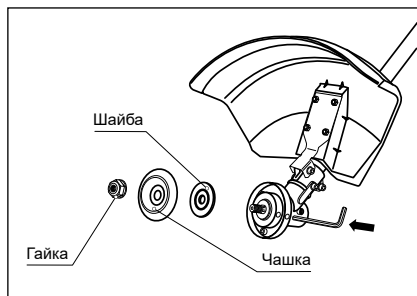

Рис. 7
1. Совместите отверстия в чашке редуктора и фланцевой шайбе. Вставьте металлический стопорный стержень или шестигранный ключ из комплекта поставки в отверстия чашки редуктора и фланцевой шайбы. Вращая гайку по часовой стрелке, снимите ее, а также чашку и шайбу со шпинделя редуктора (рис. 7).
1. Совместите отверстие во фланцевой шайбе с отверстием в чашке редуктора (рис. 7). Вставьте металлический стопорный стержень в отверстие чашки редуктора и в отверстие фланцевой шайбы.